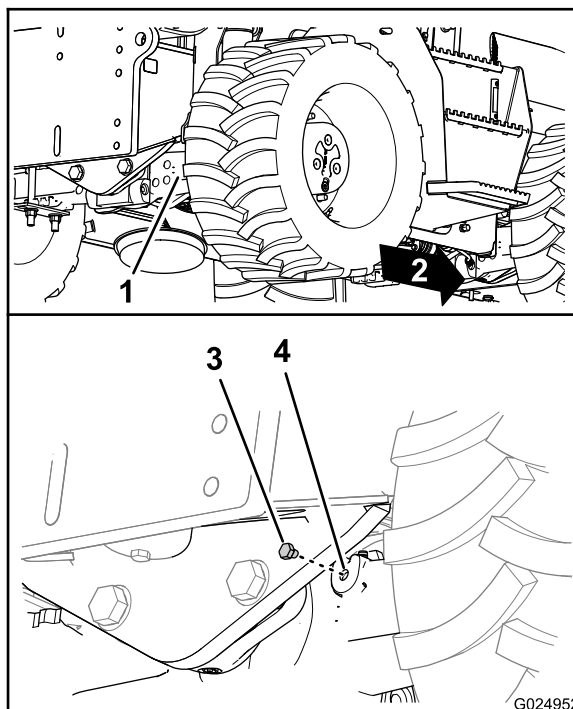
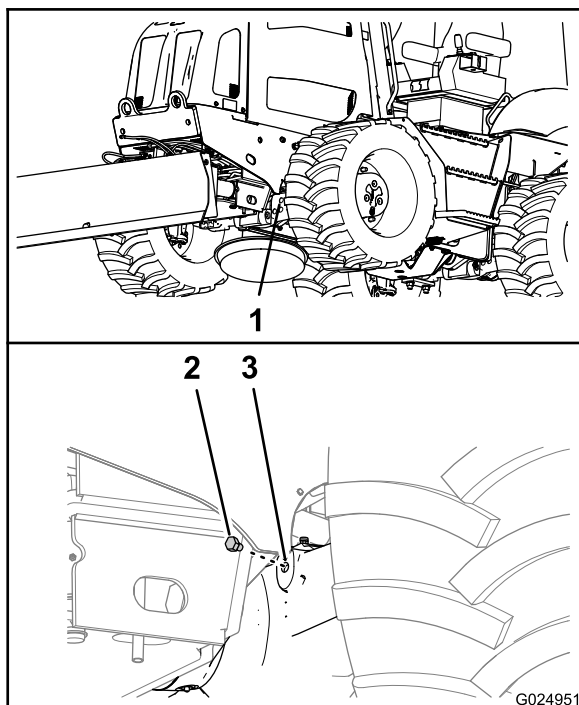

Bild 92
Bild 91
3. Prüfen Sie den Ölstand in der Achse im Schauglas. Der Stand sollte an der Unterseite des Schraubengewindes liegen (Bild 91 und Bild 92).
6. Setzen Sie die Schauglasschraube in die Schauglasöffnung im Ritzelgehäuse der Achse ein (Bild 91 und Bild 92).